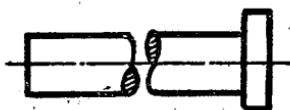

图17
(3) 实心圆形杆的断裂画法可画成綫卷形状, 綫卷的中間应画上剖面綫(如图17)。